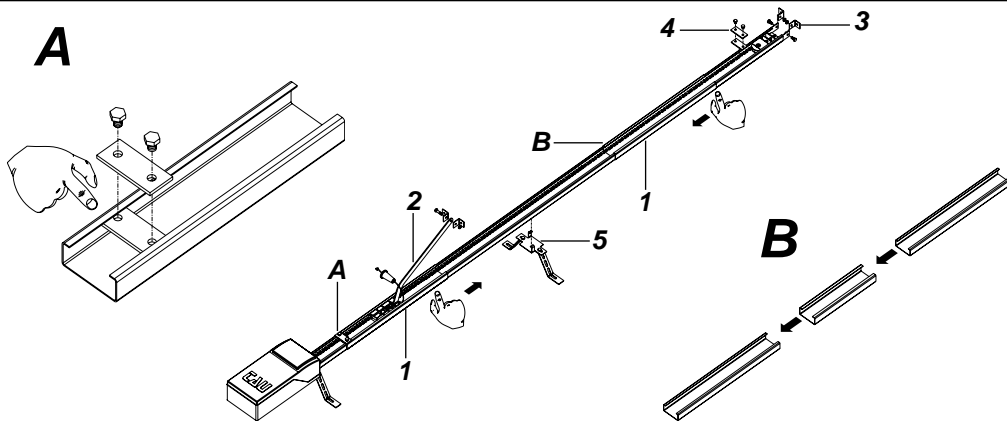

fig. 13
- 2_ Deslice la unión para unir las dos guías (fig.13) y regule la carrera del patín por medio de las 2 placas (det. A fig. 13) entregadas.